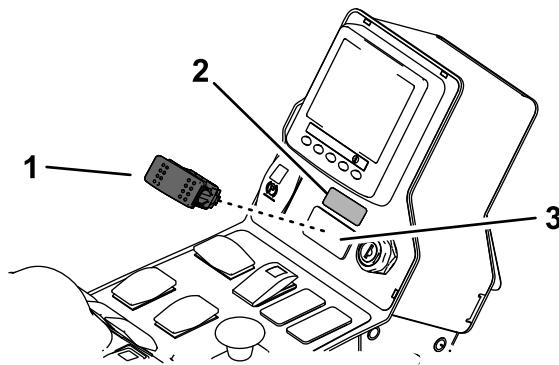

Figure 4
- Retirez le cache amovible du panneau de commande et montez l'interrupteur (Figure 4).
- Apposez l'autocollant de frein auxiliaire au-dessus de l'interrupteur (Figure 4).